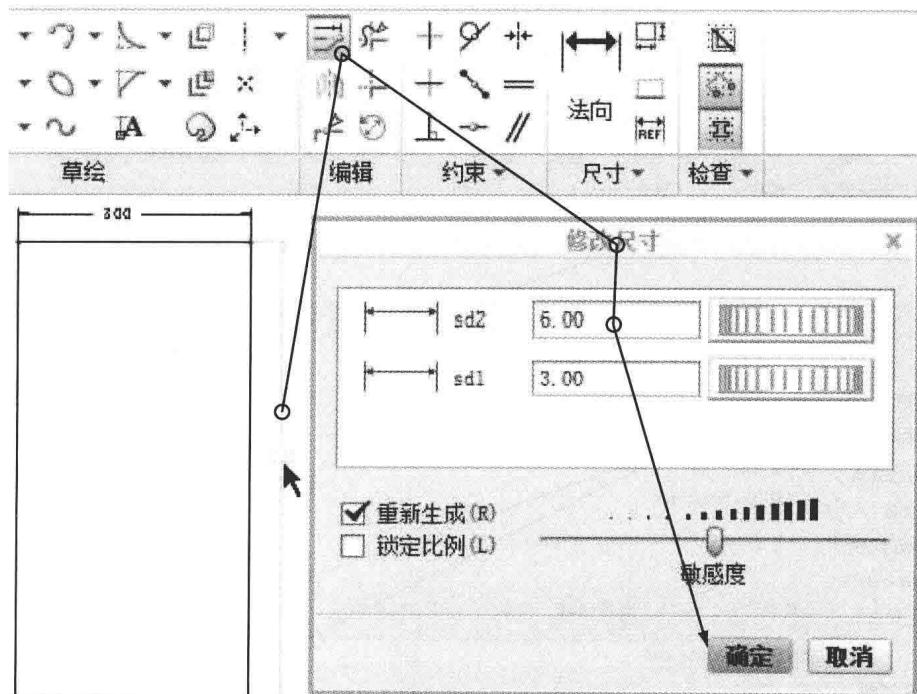

图 1-4 修改尺寸
修改尺寸的常用方法有两种：①在原有尺寸标注上双击并重新输入尺寸值。②通过选择草绘选项卡的修改命令，按照提示可以对多个尺寸修改并确认，如图 1-4 所示。